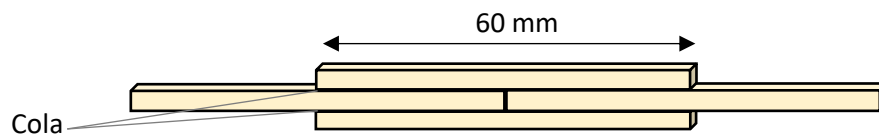

Figura 1: Esquema de emenda das barras
As juntas para as barras deverão ser feitas com emendas por superposição de palitos. Recomenda-se que seja utilizado o esquema da figura 1.
- As emendas de palitos, de acordo com a figura 1, não havendo limite de palitos.